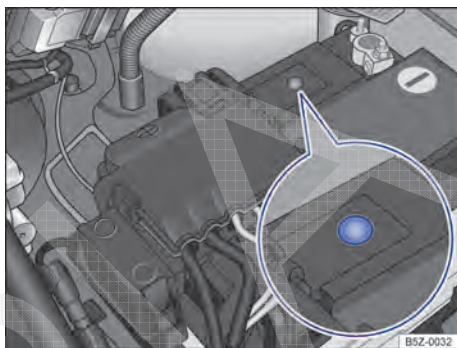

Fig. 165 No compartimento do motor: exemplo de posição do visor no lado superior da bateria do veículo.
- O visor redondo → Fig. 165 na parte superior da bateria do veículo muda de cor conforme o nível do eletrólito.